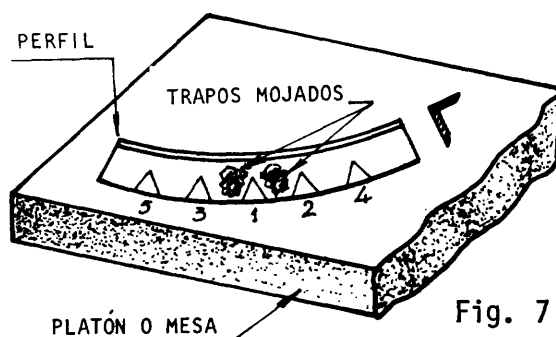

Fig. 7
- c Coloque trapos mojados, rodeando la zona del triángulo a calentar (fig.7).